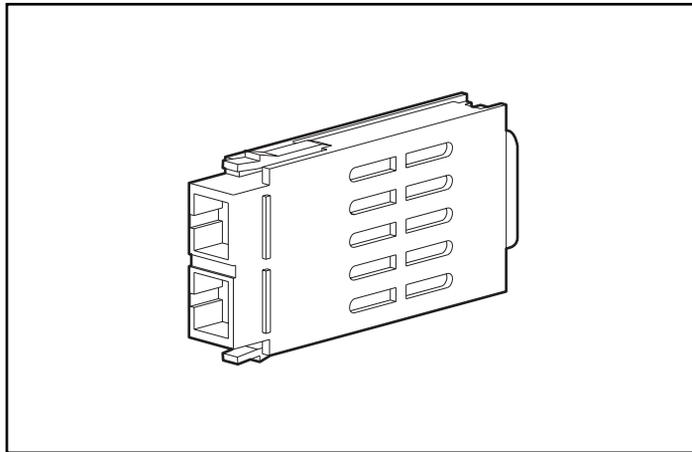

Figure 2-15. Module GBIC (GigaBit Interface Converter)
- Tous les câbles doivent passer dans le passage de câbles situé sur le côté gauche du rack. Voir Figure 2-15.